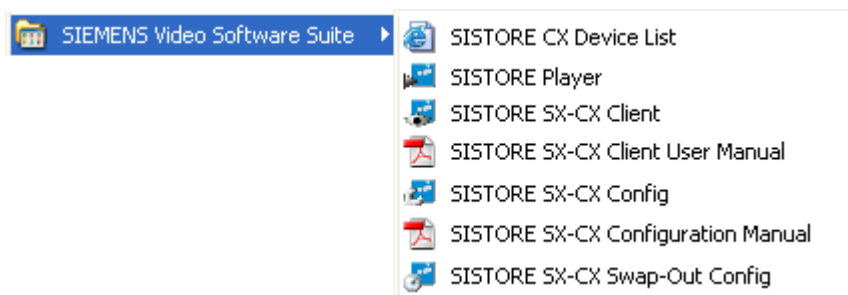

Fig. 11 Menu di avvio di SISTORE CX
1. Selezionare **Start > Programmi > SIEMENS Video Software Suite > SISTORE CX Manuale di configurazione** nel menu Start di Windows (vedi Fig. 11)